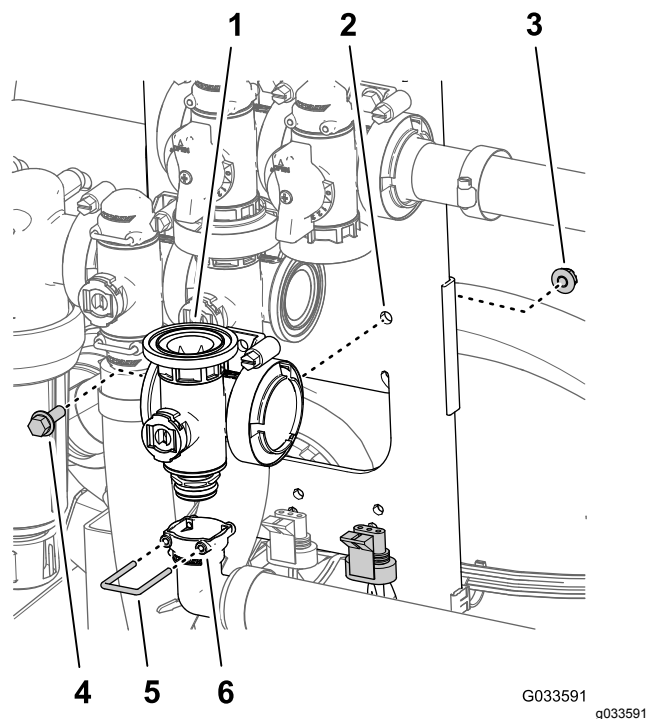

Figura 115
- Retire o retentor que fixa a união de saída de 90° ao coletor da válvula da rampa principal (Figura 115).
- Retire o parafuso de cabeça flangeada (1/4 pol. x 3/4 pol.) e porca flangeada (1/4 pol.) que prendem a válvula da rampa principal à montagem da válvula e retire o coletor da válvula da máquina (Figura 115).